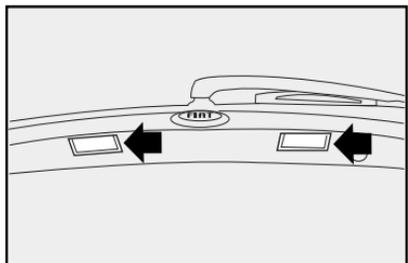

fig. 51
1) operar en los puntos indicados por las flechas **fig. 51** con un destornillador y quitar la lente transparente.